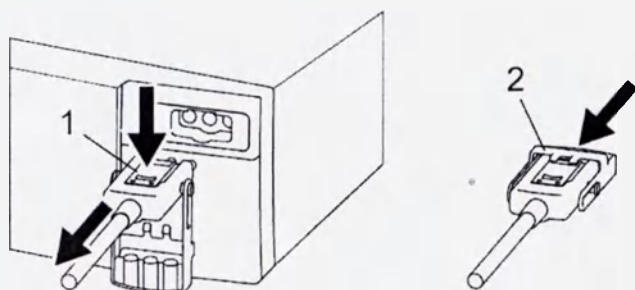

Рис.3
5.4. Отсоединение изделия от прибора (рис.3)